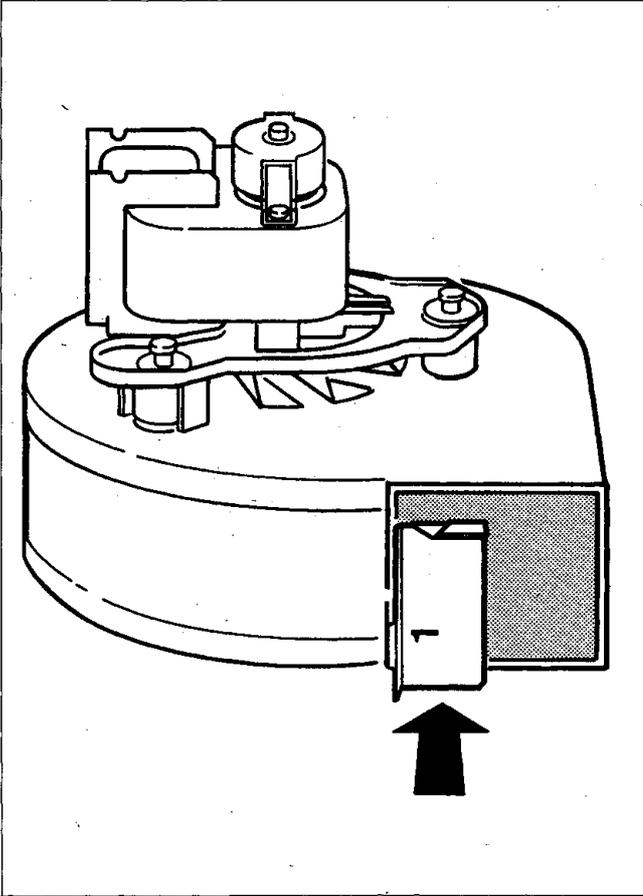

Bild 40
- entsprechendes Staublech (44.4) am Ausblasstutzen des Abgasventilators (226) eindrücken (Bild 40).